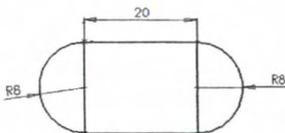
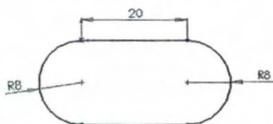

图 11-8 标注后的图形
图 11-9 剪裁后的图形
(3) 标注尺寸。单击“草图”控制面板中的“智能尺寸”按钮 , 标注图中矩形各边的尺寸及圆弧的尺寸。结果如图 11-8 所示。
(4) 剪裁实体。单击“草图”控制面板中的“剪裁实体”按钮 , 将如图 11-8 所示矩形和圆弧交界的两条直线进行剪裁。结果如图 11-9 所示。